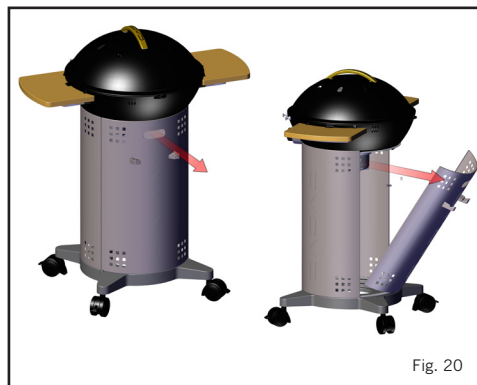
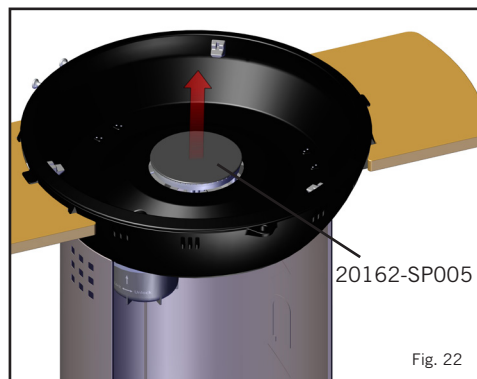
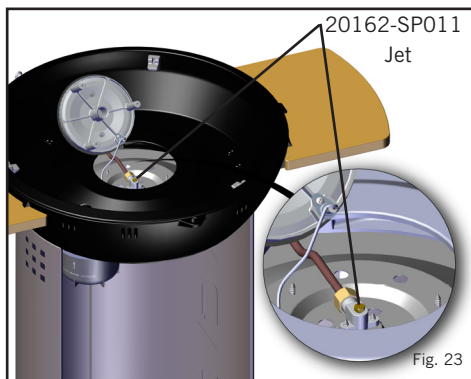

Fig. 20
Fig. 22
Fig. 23
- Pour remplacer l'injecteur : Retirer le panneau arrière en utilisant la poignée (Fig. 20). Retirer le couvercle, la grille, le support de casserole ou tout autre élément optionnel du barbecue. Dévisser ensuite les 3 vis situées sous l'appareil comme indiqué sur la Fig. 2 afin de desserrer le brûleur. Retirez doucement le brûleur en le soulevant (Fig. 22). ATTENTION : le brûleur est toujours connecté au fil d'allumage piézo électrique. Ne pas tirer sur le brûleur car vous risqueriez de casser ce fil. Poser délicatement le brûleur sur le côté, ce qui révélera l'injecteur (Fig. 23). L'injecteur peut maintenant être enlevé à l'aide d'une clé appropriée. Ne pas utiliser de pinces, cela pourrait endommager l'injecteur, le rendre inutilisable ou impossible à enlever. Visser le nouvel injecteur dans la valve. Éviter de trop serrer pour ne pas l'endommager.